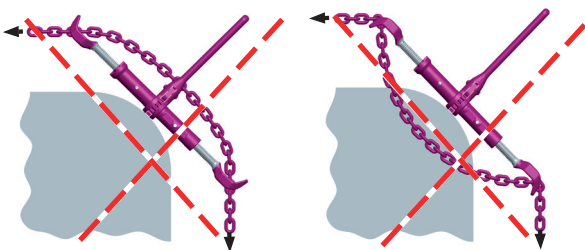

Bild 19: Verbotene Biegebelastung
- ICE-CURT-Ratschenspanner dürfen nur auf Zug beansprucht werden. Biegebelastungen sind verboten (siehe Bild 19).